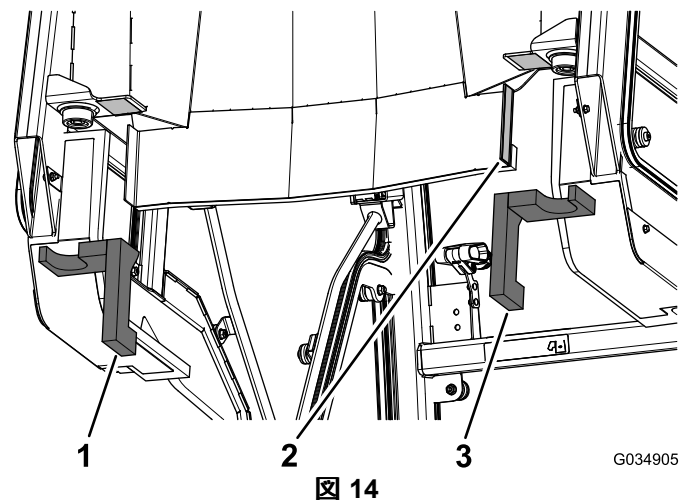

図 14
1. キャブユニットの後部の両面テープから裏紙をはがす 図 14。
2. キャブユニットに左後部用と右後部用シールを取り付ける 図 14。